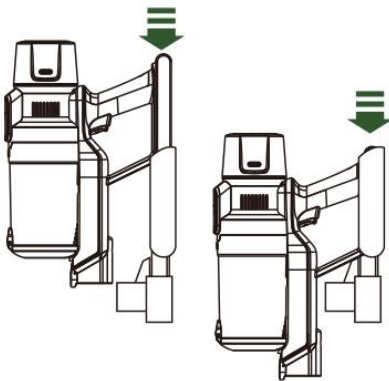

Abb. 2
2. Zum Aufladen stecken Sie einfach das Gerät in die Ladeaufnahme ein (Abb. 2). Schließen Sie den Ladestecker an eine Steckdose an.